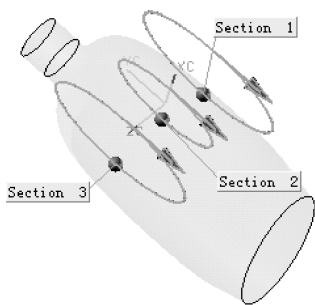

图 5-68 选择并添加 3 个截面
- 17 以【添加新集】的方式选择和添加椭圆 3、椭圆 1 和椭圆 2 作为截面 1、截面 2 和截面 3，如图 5-68 所示。